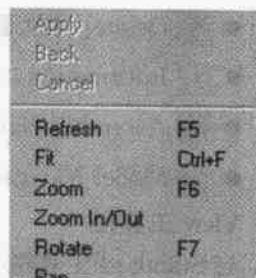

图 1-22 MB3 Pop-Up 菜单
▶ 把光标放在图形区的任意位置, 然后点击 MB3(图 1-22)。